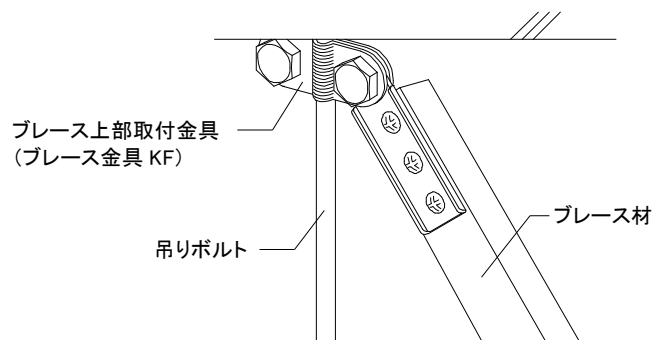

図 2-7-2 ブレース上部取付詳細②
- ・「ブレース金具KF」を使用する際は、ブレース材の背側に3本ビス固定をする。(図 2-7-2 参照)